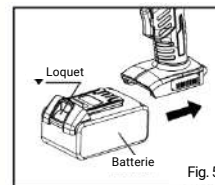

Fig. 5
- Retirez la batterie du chargeur, puis attachez-la à l'unité principale. (Fig. 5)